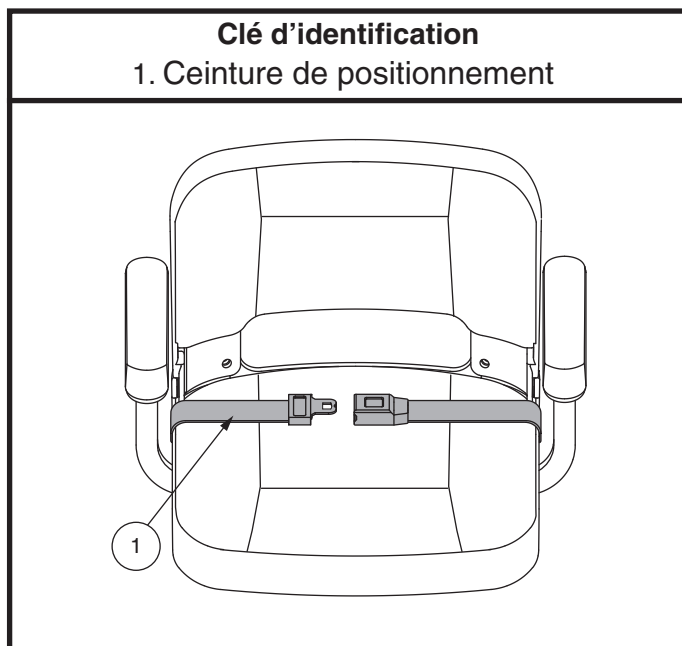

Figure 13. Ceinture de positionnement
Votre Go-Chair peut être équipé d'une ceinture de positionnement réglable pour un meilleur confort. **Voir la figure 13.** La ceinture de positionnement, réglable, a été conçue pour soutenir et empêcher tout glissement vers le bas ou vers l'avant une fois assis. La ceinture de positionnement n'a pas été conçue pour être utilisée comme ceinture de sécurité.
1. Prenez place sur le siège, insérez la patte métallique d'un côté dans le boîtier de la boucle du côté opposé jusqu'à ce que le « clic » se fasse entendre. **Voir la figure 13.**